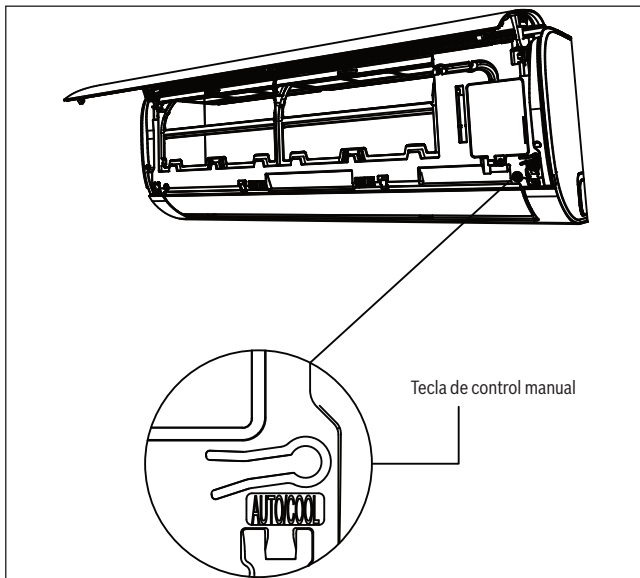

Fig. 42.
2. Ubicar la tecla del **MANDO MANUAL** en el lado derecho de la unidad. Pulse 2 veces para elegir la función FRÍO. Véase **fig. 42**.